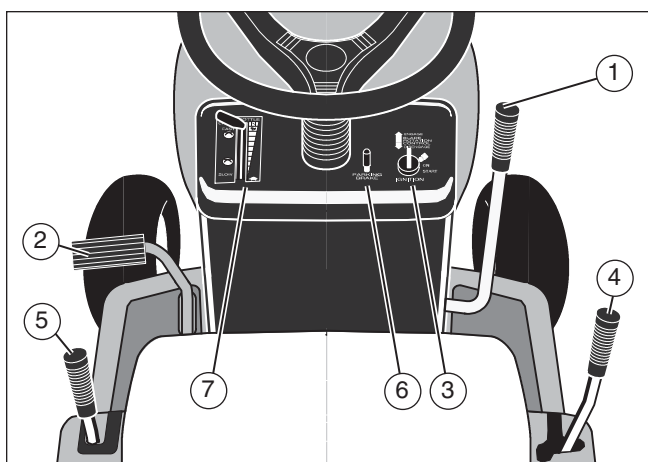

Figure 5
Manette de commande de rotation de la lame (1): elle sert à démarrer et à arrêter la rotation de la lame (Figure 5).
Elle permet d'augmenter ou réduire la vitesse du moteur (7) (Figure 5).
Elle sert à engager la (les) lame(s) (1) (Figure 5).
1. Avant de mettre le moteur, s'assurer que la manette de commande de rotation de la lame (1) soit dans la position DESENGAGE.
2. La placer dans la position (1) ENGAGE afin de permettre la rotation de la (des) lame(s).
1. Appuyer complètement sur la pédale d'embrayage/freinage (2) afin d'arrêter la tondeuse. Garder le pied sur la pédale (Figure 5).
2. Placer la manette de contrôle des gaz (7) en position SLOW (ralenti).
3. Pour se déplacer vers l'avant, placer le levier de vitesses (4) à un réglage de vitesse en avant. Pour se déplacer vers l'arrière, placer le levier de vitesses en position contraire.
4. Relâcher lentement la pédale d'embrayage/freinage (2). Ne pas garder le pied sur la pédale.
1. Appuyer complètement sur la pédale d'embrayage/freinage (2) (Figure 5).
2. Soulever la manette de frein de stationnement (6).
Pour l'ajuster, réduire ou augmenter le levier de hauteur de coupe (5) comme indiqué (Figure 5).
2. Déplacer la commande de rotation de la lame (1) en position DESENGAGE.
3. Déplacer le levier de vitesses (4) vers le point mort (NEUTRAL).
4. Mettre le frein de stationnement (6).